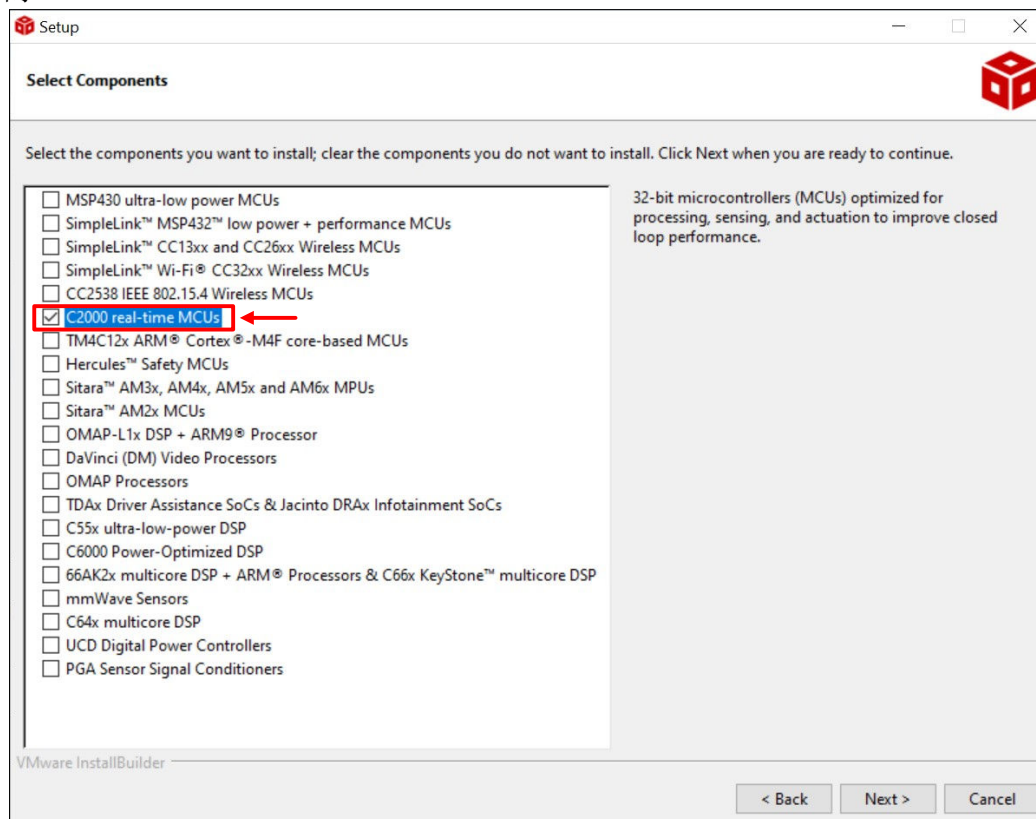

图 2-1. Code Composer Studio 安装过程
- b. 按照 安装说明 安装 Code Composer Studio。在安装过程中，如果将“Setup type”选择为“Custom Installation”，请确保在“Select Components”中选择“C2000 real-time MCUs”，如图 2-1 中的红色框所示。